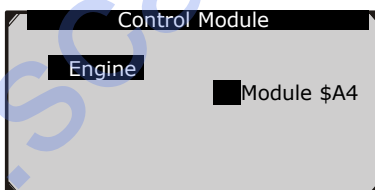

Рисунок 6.2
- Если обнаружено несколько модулей, вам потребуется выбрать модуль перед тестированием. (Рисунок 6.2)